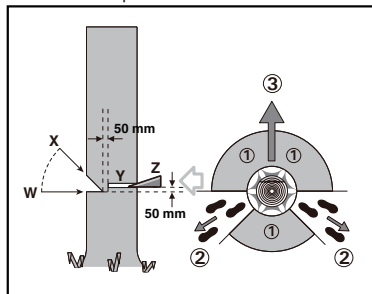

Figura 1
Prima di iniziare l'operazione di abbattimento di un albero si deve predisporre una via di fuga che sia agibile in caso d'emergenza e, se necessario, se ne dovrà preparare una. La via di fuga deve essere tracciata alle spalle dell'operatore e diagonalmente rispetto alla linea di caduta dell'albero, come illustrato nella Figura 1.
Praticare un intaglio pari a 1/3 del diametro, come illustrato nella Figura 1. Eseguire prima l'intaglio a tacche inferiore orizzontale (W). Questa procedura consente di evitare che la catena della sega oppure il binario di guida possano rimanere incastrati quando ci si accinge ad eseguire il secondo intaglio a tacche (X).
Praticare il taglio di abbattimento almeno (Y) 50 mm sopra l'intaglio direzionale orizzontale, come illustrato nella Figura 1. Eseguire il taglio di abbattimento in posizione parallela rispetto all'intaglio a tacche orizzontale. Eseguire il taglio di abbattimento con una profondità tale da far rimanere soltanto una striscia ritagliata (striscia di abbattimento) che possa fungere da cerniera. La striscia ritagliata ha la funzione di impedire che l'albero possa girare su se stesso e cadere nella direzione sbagliata. Non tagliare mai completamente la striscia ritagliata.